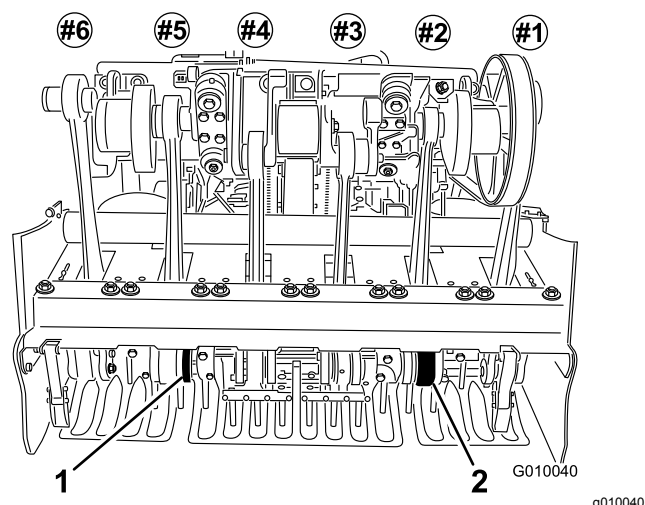

Figura 26
6. Montate le fustelle nei portafustelle n. 2 e 5 (Figura 26), e serrate i bulloni.